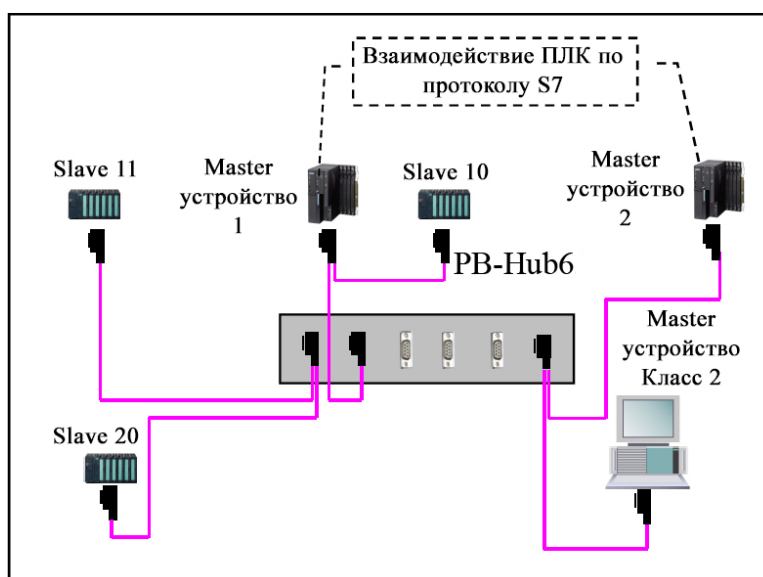

Рисунок 1-4
- 4) **Поддержка всех стандартов PROFIBUS:** PB-Hubx/GL не зависит от протокола верхнего уровня сети, поэтому его можно применять со всеми функциями и стандартами протокола PROFIBUS на базе RS485 PROFIBUS-DP/V0, V1, V2, включая различные профили приложений, например, PROFIsafe, Redundancy, Ident Systems и т. д. Концентратор поддерживает возможность взаимодействия с несколькими Ведущими устройствами, например, функциональный протокол S7 и связь с Ведущим устройством Класса II, см. Рисунок 1-4 ниже.